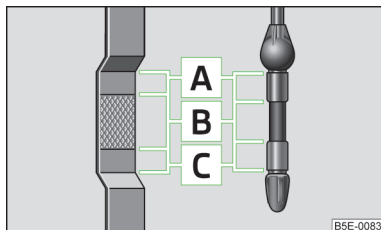

Fig. 166
- Si le niveau d'huile est supérieur au repère  » fig. 166 à la page 201, , ne poursuivez pas votre trajet ! Arrêtez le moteur et faites appel à l'assistance d'un atelier spécialisé.
La jauge d'huile indique le niveau d'huile moteur » fig. 166.
Le niveau d'huile ne doit jamais dépasser le niveau **A** » fig. 166 - risque d'endommagement du système d'échappement !